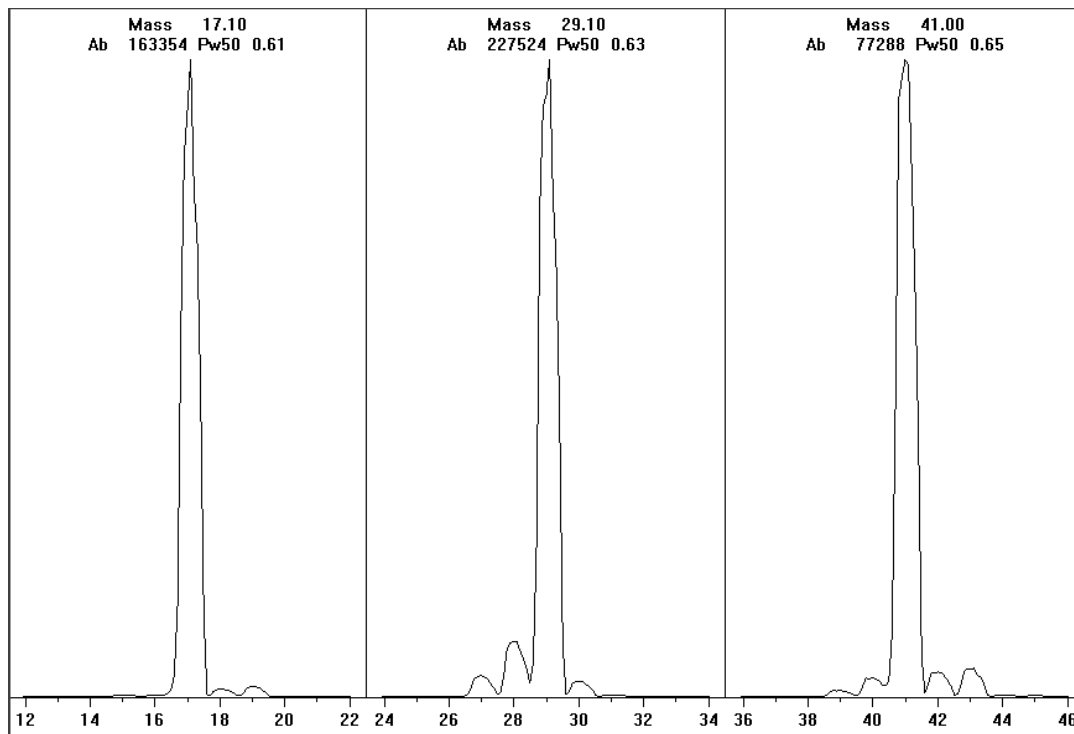

Figure 51. L'ion réactif se balaye après un très long étuvage.
- 8 Examiner le balayage du profil affiché des ions réactifs. (Voir **Figure 51**.)